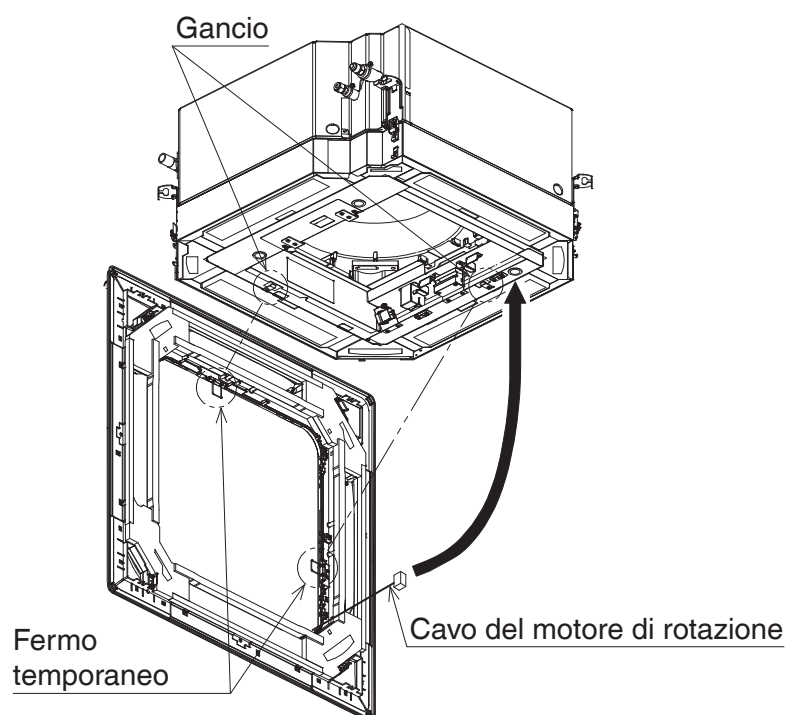

Figura 15
1. Fissare il pannello decorativo dopo aver agganciato i fermi temporanei del pannello decorativo ai ganci del purificatore d'aria UV Streamer. (Fare riferimento a **Figura 15.**) (Cavi del motore di rotazione.)